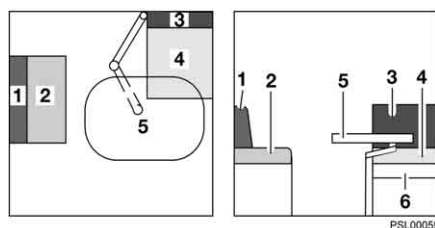

Fig. 46 Prima della trasformazione
- Trasformare il tavolo (Fig. 46,5) in struttura di supporto letto (vedi paragrafo 7.6).